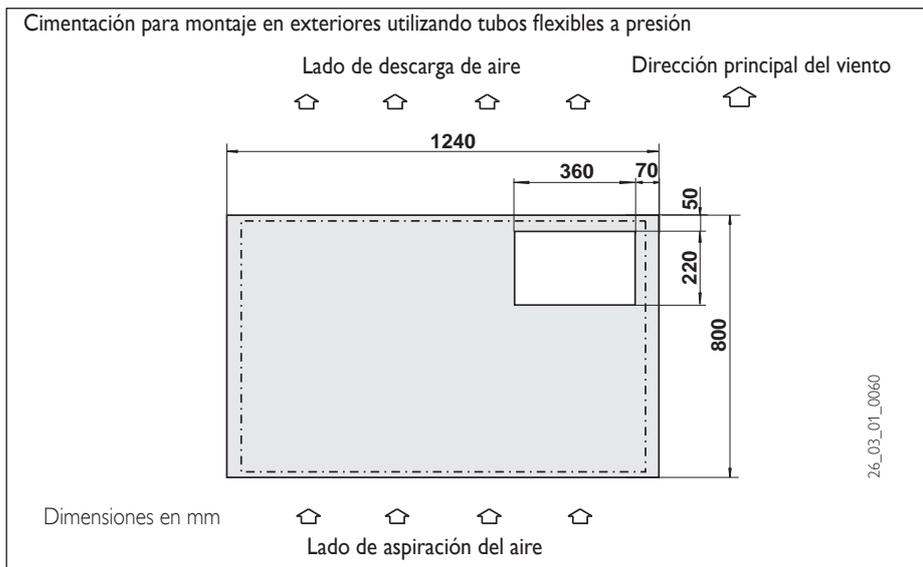

Fig. 4
- Cimentación (fig. 4)
Debe dejarse una holgura (espacio libre) suficiente en el sustrato (fig. 4 y 7) para pasar los cables eléctricos y tubos de agua que entran en la bomba de calor: